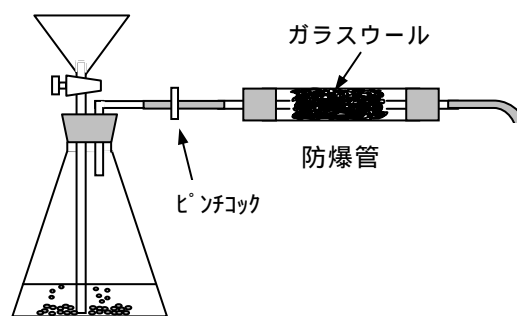

図 42 水素の発生 (防爆管)
- (ウ) 引火を防ぐための「防爆管」を取り付けることで引火の危険度は低くなる。(図 42)